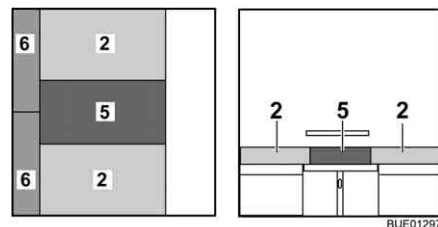

Fig. 124 Después de la transformación
- Colocar el cojín adicional (Fig. 124,5) entre los cojines del asiento sobre la mesa.
- Colocar los cojines adicionales (Fig. 124,6) entre los cojines del asiento y la pared.